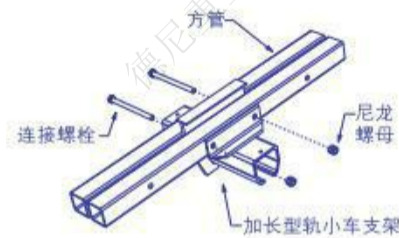

图5D. 安装加长的型轨小车
5.12 将加长型轨小车的方管安装到支架中(图 5D) 穿入连接螺栓。